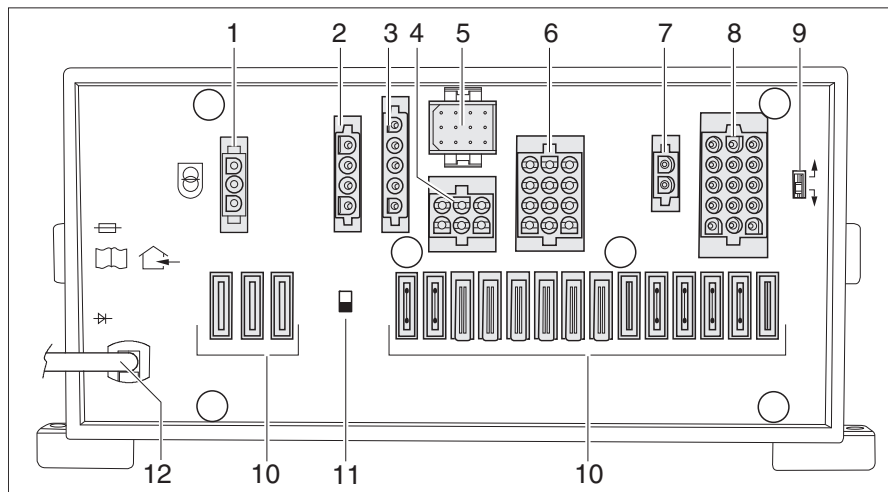

Bild 268 Elektroblock (EBL 31-2)
Einbauort Der Elektroblock EBL 31-2 (Bild 268) befindet sich je nach Modell unter dem Fahrersitz oder unter der Sitzbank.
- ▷ Der Batterie-Trennschalter (Bild 268,11) trennt alle Verbraucher, die am Elektroblock angeschlossen sind, vom 12-V-Netz.